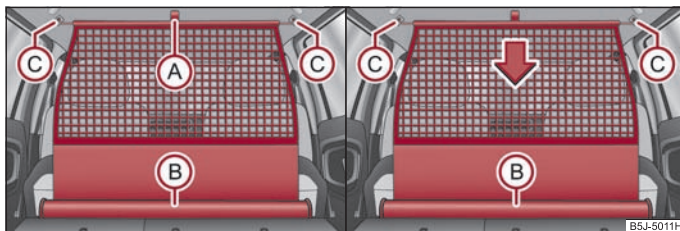

Fig. 66 Extragerea / rularea în sus a peretelui despărțitor din plasă
- Trageți plasa de curelușă (A) din carcasa (B) ⇒ fig. 66.
- Așezați bara transversală în locașul (C), mai întâi într-o parte.
- Trageți bara în spate din suporturile din plafon, mai întâi pe o parte, apoi pe partea cealaltă, și scoateți-o din suporturi (C) ⇒ fig. 66.
- **Sustineți** bara transversală astfel încât peretele să se poată rula încet și fără să se deterioreze, în carcasă (B).